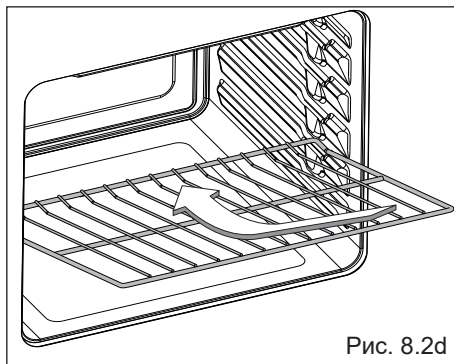

Рис. 8.2d
- Во избежание случайного выпадения полочек из духового шкафа предусмотрен специальный блок безопасности. Вставка полочек осуществляется, как показано на рис. 8.2d.